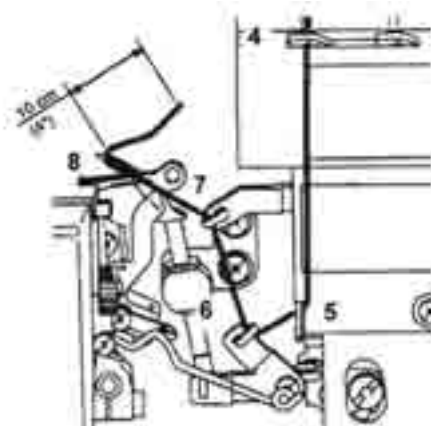

Bild 18
5. Trä tråden i griparytmet enligt de röda markeringarna (bild 18).